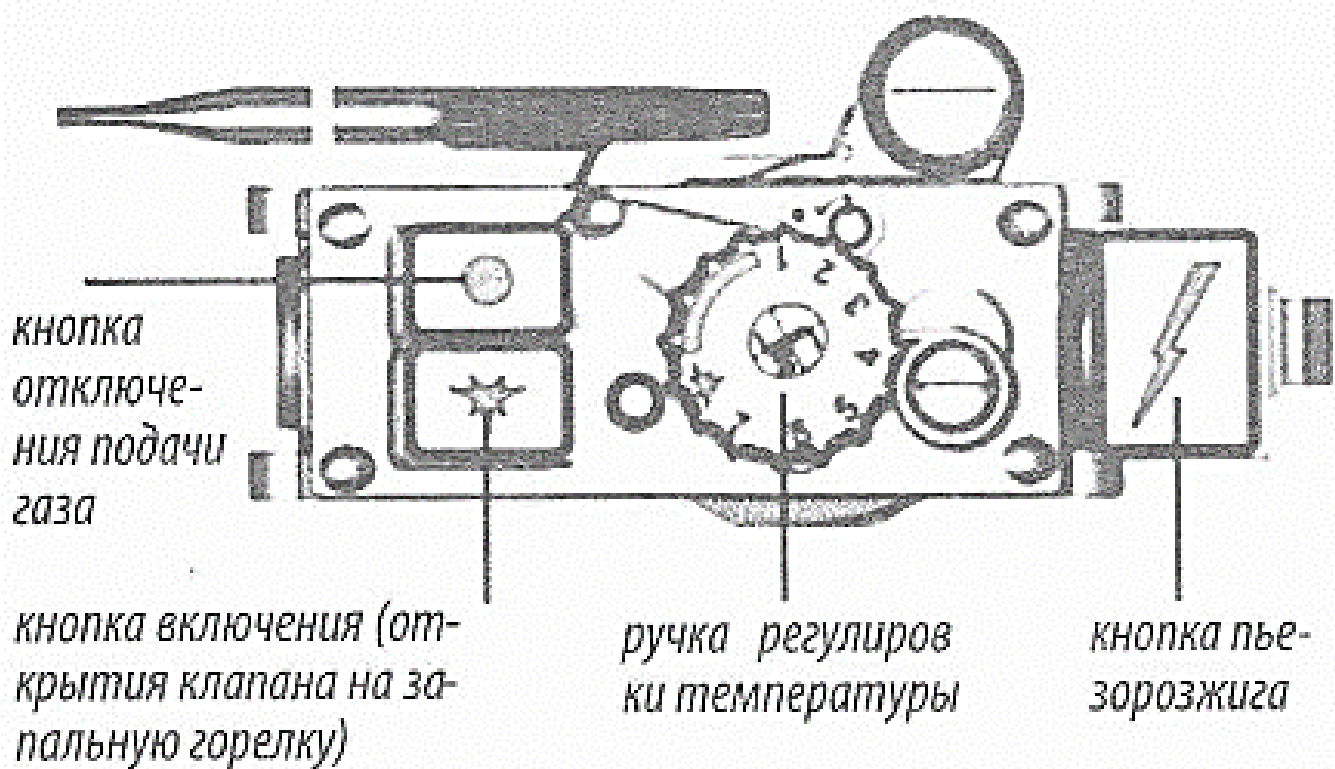

Рис. 8. Элементы управления на газовом блоке 710 MINISIT.
- 8.3.1. Установить ручку задания температуры по часовой стрелке в положение «Отключено» (см. рис.8).